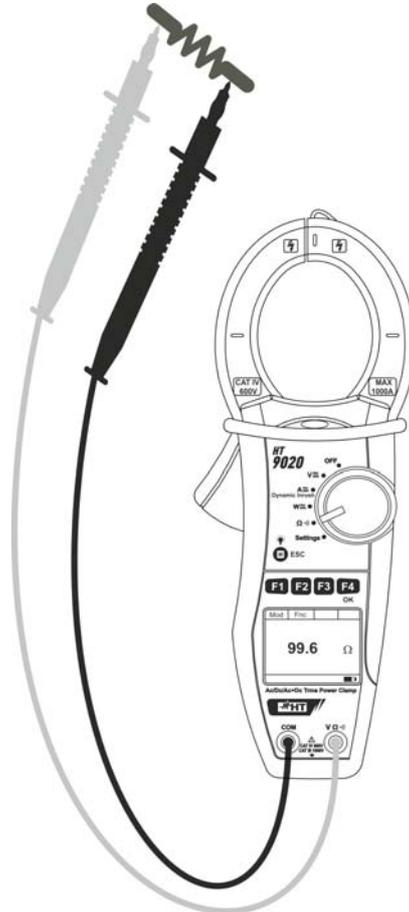

Fig. 13 : Mesure de Résistance
4. Insérer le câble rouge dans l'entrée **VΩ** et le câble noir dans l'entrée **COM**, et connecter l'appareil comme décrit en Fig. 13